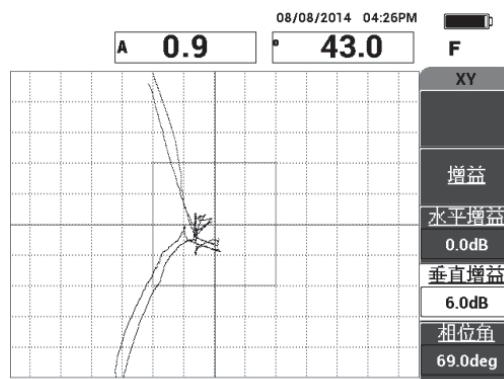

图 6-9 调整水平增益和垂直增益
5. 如果需要, 调整水平增益 (C 键) 和垂直增益 (D 键), 以更清晰地辨别近端脱粘和远端脱粘缺陷 (参见第 119 页的图 6-9)。